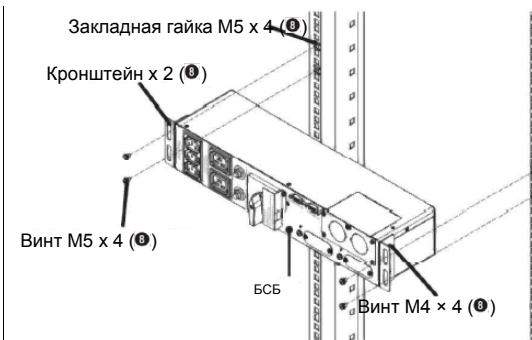

Рисунок 4
- Четырьмя винтами M4 (8) прикрепите два кронштейна (8) с левой и с правой стороны блока (см. Рисунок 4).
- Закрепите четыре закладные гайки M5 (8) с двух сторон стойки (см. Рисунок 4).
- Ввинтите четыре винта M5 (8) в закладные гайки M5 (8), закрепленные на стойке (см. Рисунок 4).